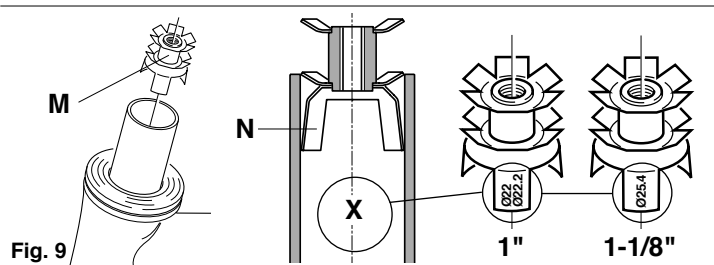

Fig. 9
L'inserto di bloccaggio e registrazione (M - Fig. 9) fornito non può essere installato in forcelle con tubo sterzo in carbonio in quanto ne potrebbe provocare il danneggiamento o la rottura ed essere causa di incidenti, lesioni fisiche o morte.
- Assicuratevi che il diametro interno del tubo sterzo della forcella (X - Fig. 9) sia adatto a quello della serie sterzo come indicato in figura 9.
- Il montaggio dell'inserto di bloccaggio e registrazione all'interno del tubo forcella è facilitato grazie a tre guide (N) posizionate nella sua parte inferiore. Posizionatelo all'interno del tubo come illustrato.
The expandable adjusting nut (M - Fig. 9) supplied cannot be installed in forks with the headset tube manufactured out of carbon fiber since this may cause damage or breakage of the headset tube. If the headset tube fails, an accident could occur, resulting in an accident, personal injuries or death.
- Make sure that the internal diameter of the fork's headset tube (X - Fig. 9) matches that of the headset model as shown in figure 9.
- The 3 guiding extensions (N) placed underneath the star-shaped expandable adjusting nut facilitates the correct insertion into the steerer tube. Fit the mentioned expansion nut inside the tube as illustrated on p.20.
Die mitgelieferte Sperr- und Einstellmutter (M - Abb. 9) darf nicht auf Gabeln mit Carbon-Gabelschaftrohr installiert werden, da dieses dadurch beschädigt werden oder sogar brechen könnte, was wiederum Unfälle und schwere Verletzungen zur Folge haben könnte.
- Stellen Sie sicher, dass der Innendurchmesser des Gabelschaftrohrs (X - Abb. 9) zu demjenigen des Steuersatzes, so wie in Abb. 9 angegeben, passt.
L'insert de blocage et de réglage (M - Fig. 9) fourni dans l'emballage ne peut pas être monté sur des fourches avec pivot en carbone. Il pourrait en effet les endommager ou les casser, et par conséquent provoquer des accidents et de graves blessures.
- Assurez-vous que le diamètre du pivot (X - Fig. 9) soit le même que celui de jeu de direction, comme le montre la figure 9.
- Le montage de l'écrou de réglage à l'intérieur du pivot de la fourche est facilité par trois guides (N) positionnées dans sa partie inférieure. Positionner l'insert à l'intérieur du pivot comme le montre la figure.
La tuerca de ajuste (M - Fig. 9) distribuida no se puede instalar en horquillas con barra de dirección en carbono, ya que podría dañarla u ocasionar su rotura, así como ser la causa de accidentes y lesiones graves.
- Asegurarse que el diámetro del tubo de la horquilla (X - Fig. 9) sea el adecuado para la dirección elegida, como se indica en la figura 9.
- Gracias a las tres guías (N) colocadas en la parte inferior del tubo, resulta más fácil montar la tuerca de ajuste. Meter ésta dentro del tubo como se ilustra en la figura.
De expander-bevestigingsmoer (M - fig. 9) mag niet geïnstalleerd worden in een voorvork met een binnenbalhoofdbuis van carbon om beschadiging en breuk te voorkomen. Dit kan leiden tot beschadiging of ongeval!
- Overtuig uzelf ervan dat de diameter van de vorkbuis (X - Fig. 9) overeenkomt met het balhoofdmodel.